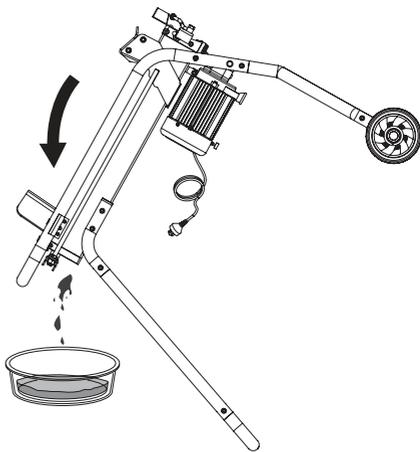

Рис. 10 Слив масла из гидравлической системы
4. Наклоните дровокол в сторону отверстия для слива масла, и слейте масло в подходящую емкость (Рис. 10).